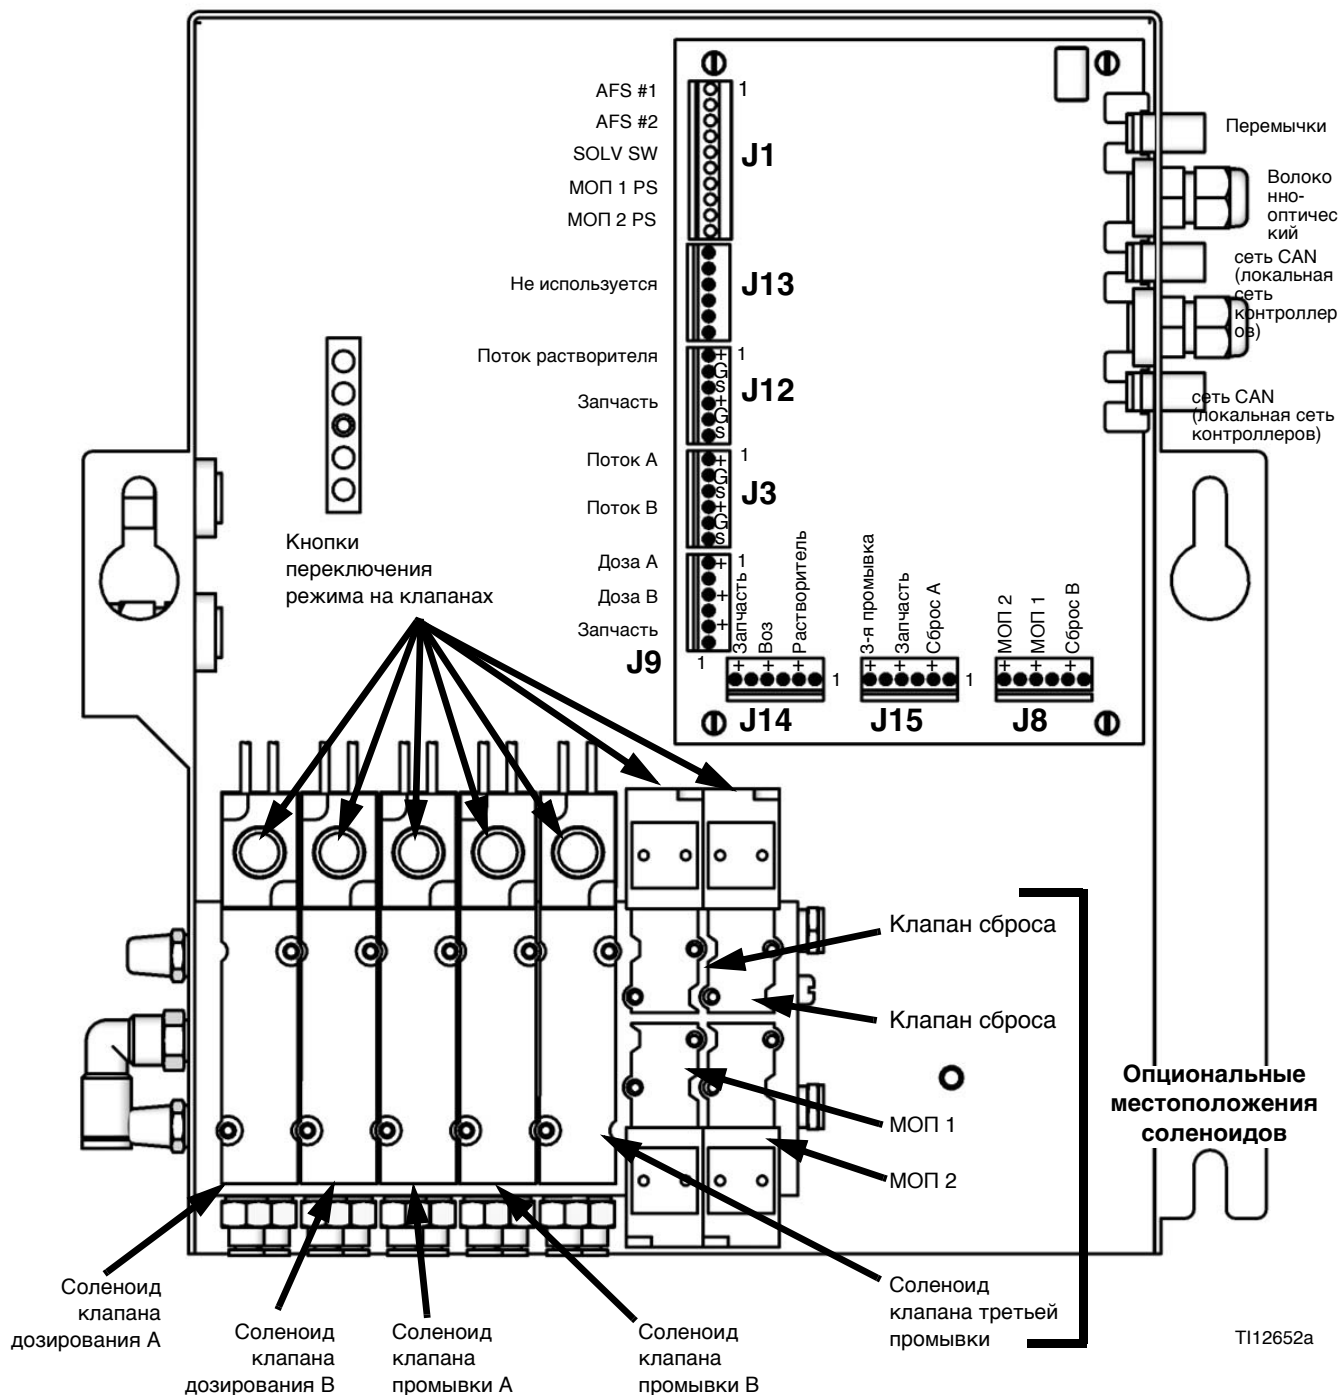

Рис. 65. Жидкостные соленоиды
2. При включенном краскораспылителе нажмите кнопку перехода к ручному режиму на соленоидах клапанов дозирования А и В для сброса давления. См. Рис. 65
5. При включенном краскораспылителе нажмите кнопку перехода к ручному режиму на соленоидах клапанов промывки А и В для сброса давления воздуха и растворителя. См. Рис. 65 Убедитесь в том, что давление растворителя снижено до 0.
3. Нажмите и удерживайте клавишу переключения режима на соленоиде клапана сброса А, Рис. 65.
5. Нажмите и удерживайте кнопку переключения режима на соленоиде клапана сброса В, Рис. 65.
7. Нажмите и удерживайте клавишу переключения режима на соленоиде клапана сброса А, Рис. 65.
9. Нажмите и удерживайте кнопку переключения режима на соленоиде клапана сброса В, Рис. 65.
4. Удалите крышку Жидкостной Станции, чтобы получить доступ к клапанам с соленоидами. См. Рис. 65